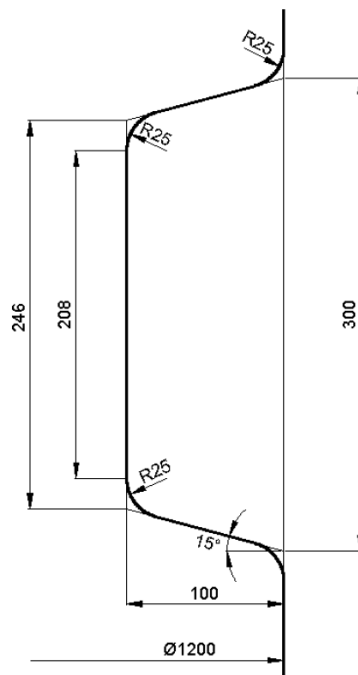

Рисунок 3 – Размеры калиброванных вертикальных валков (эджеров)
**Исходные данные:** тип задачи – 3D с двумя плоскостями симметрии; тип операции – деформация с учетом тепловых процессов; начальная длина сляба  $L = 4000$  мм; начальная толщина сляба  $t = 250$  мм; начальная ширина сляба  $W = 1000, 1500, 2000$  мм; обжатие по ширине  $\Delta W = 50, 200, 350$  мм; закон трения Леванова (без смазки); материал сляба – Carbon Steel C10 из библиотеки QForm; начальная температура сляба  $T = 1200$  °C; частота движения бойков пресса – 0,5 Гц; диаметр вертикальных валков (эджеров) с гладкой бочкой  $D = 1000$  мм; форма и размеры калиброванных валков – см. рис. 3; окружная скорость вертикальных валков (эджеров) – 1,75 м/с.